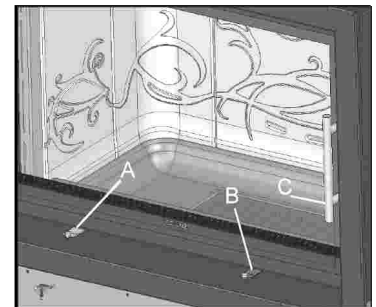

Fig. 11- controles de mando
3.2.1 Controles de mando (fig. 11)